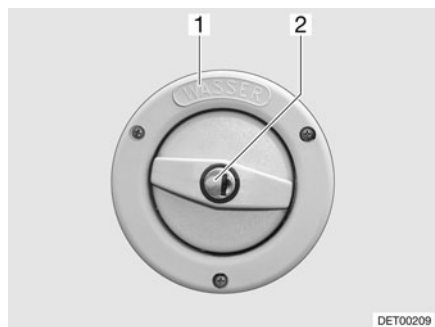
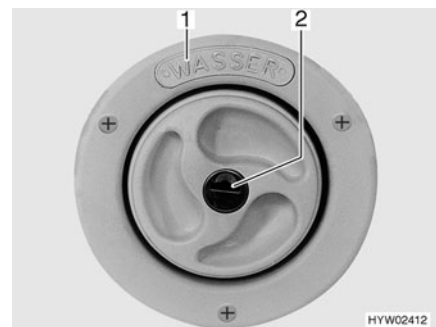

Fig. 209 Tapa de cierre del tubo de llenado de agua potable
Fig. 210 Tapa de cierre del tubo de llenado de agua potable (alternativa)
El tubo de llenado de agua potable está identificado con el rótulo "WASSER" (agua) (Fig. 209,1 ó Fig. 210,1). La tapa de cierre se abre y cierra con la llave para las cerraduras de trampa exteriores.
- Introducir la llave en el cilindro de cierre (Fig. 209,2 ó Fig. 210,2) y girarla un cuarto de vuelta en sentido contrario a las agujas del reloj.
- Abrir el tubo de llenado de agua potable (Fig. 209).